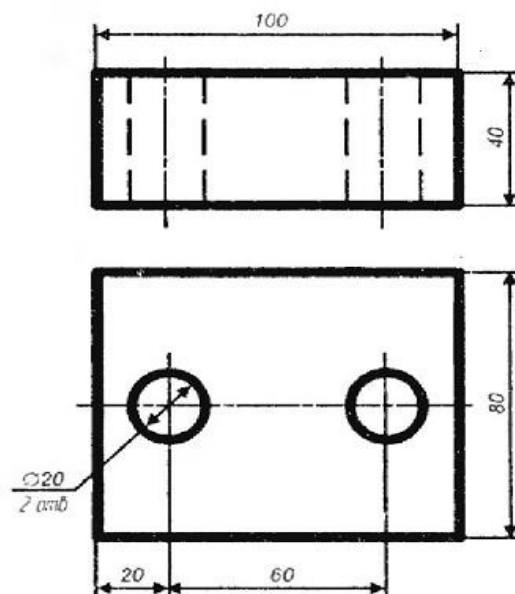

Рис. 2.23. Ескіз до завдання 2.2
**Завдання 2.2.** Накреслити ескіз пластини (рис. 2.23). Врахувати необхідну товщину та тип ліній. Збережіть кресленник. Розміри наведено для довідки, в ескізі проставляти їх не треба.